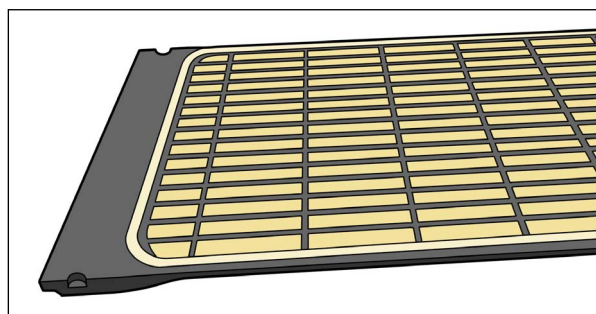

图2
4. 沿薄膜边沿贴上几段胶带，将其固定在DoseMax的表面（图2）。